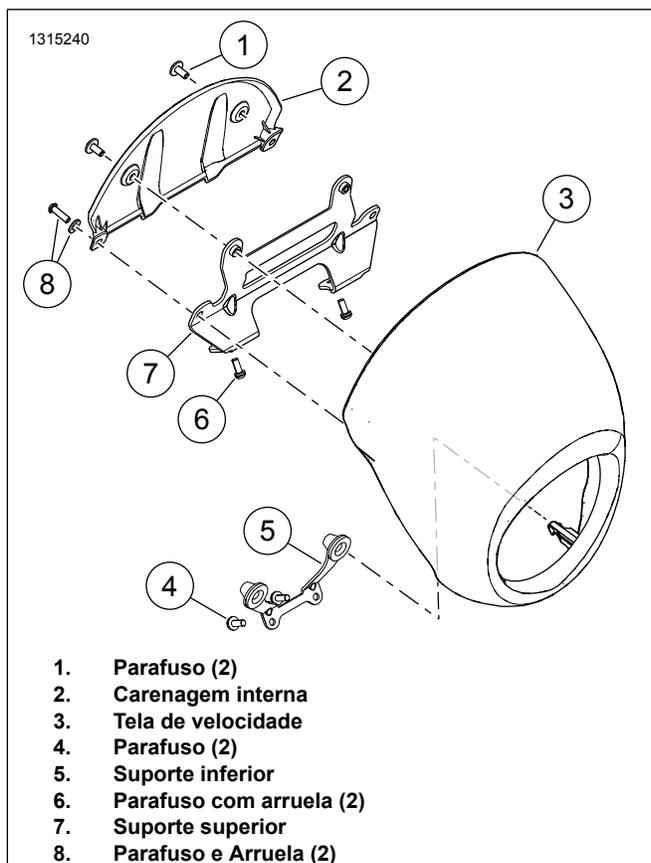

Figura 2. Tela de velocidade FXLRS
1. Veja Figura 2 . Remova a tela de velocidade
- a. Remova os parafusos e as arruelas (8).
- b. Empurre a tela de velocidade (3) para longe do suporte superior (7).
- c. Empurre a tela de velocidade para longe do suporte inferior (5) para remover as colunas dos anéis isolantes.
- a. Remova os parafusos (1).
- b. Remova a carenagem interna (2).
- a. Remova os parafusos (6).
- b. Remova o suporte superior (7).